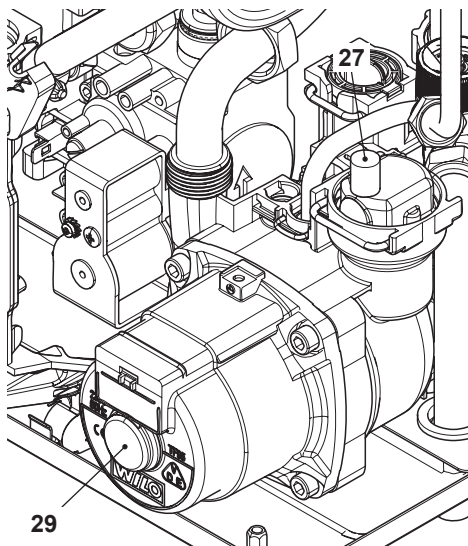

Figura 6.3
- Alzare il tappo della valvola di sfiato automatica 27 in Figura 6.3.
- Togliere il tappo 29 in Figura 6.3 e sbloc-